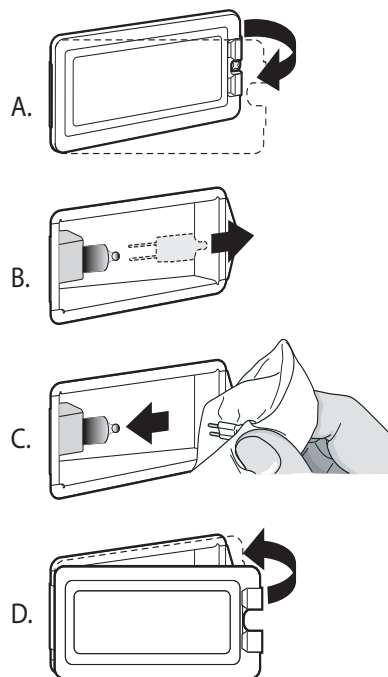

Figure 32 : Emplacement de l'ouverture
3. Insérez la pointe d'un tournevis plat entre l'attache de fixation et le boîtier de la lampe (Figure 32, A).
6. Enlevez le couvercle de la lentille de verre et l'attache de fixation (Figure 32, B).
7. Retirez l'ampoule en la saisissant et la faisant glisser vers l'arrière jusqu'à ce que les deux broches sortent du support en céramique. Ne touchez pas au verre de la nouvelle ampoule de remplacement avec vos doigts, sans quoi elle ne fonctionnera pas lorsque vous l'allumerez. Prenez l'ampoule de remplacement avec un linge sec et propre. Localisez les deux fentes du support de céramique en y poussant doucement les deux broches de l'ampoule (Figure 32, C).
10. Rallumez le disjoncteur (Figure 32, D).